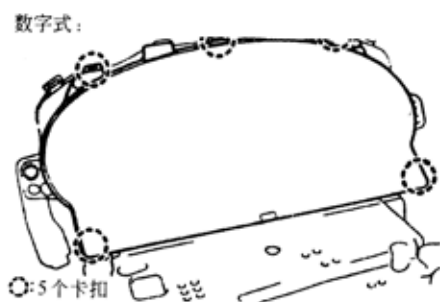

图 9-125
(1)数字式：松开 5 个卡扣，拆下组合仪表玻璃，如图 9-125 所示。